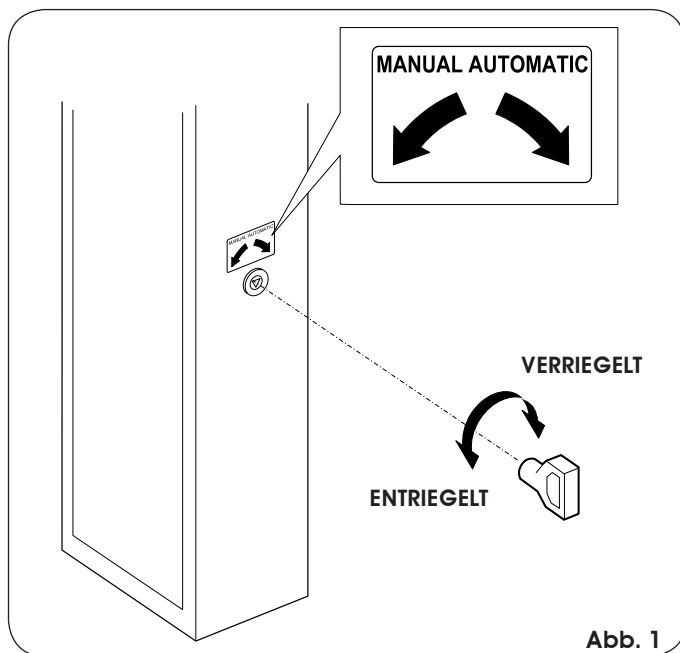

Abb. 1
- Den Dreikant-Standardschlüssel (Abb.1) ins Schloss einführen und 1 Umdrehung **entgegen dem Uhrzeigersinn** machen.